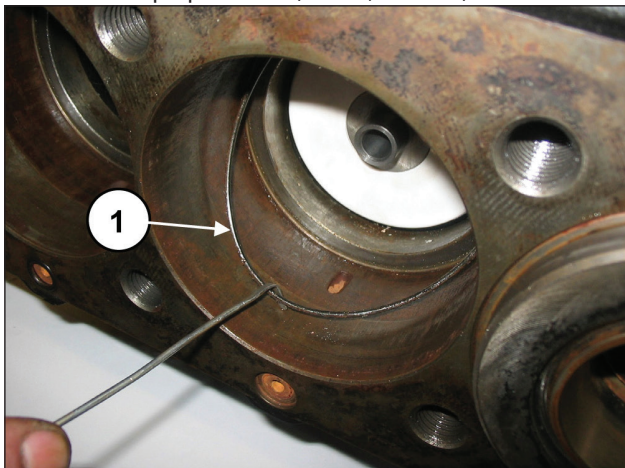

Рис. 125
Снимите уплотнительное кольцо круглого сечения, расположенное на дне опоры уплотнений, если оно останется в картере насоса (поз. ①, Рис. 125).